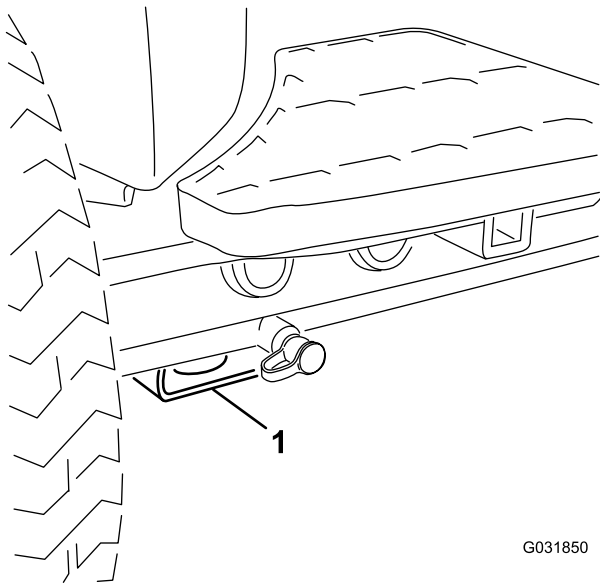

Figura 71
- Delantero – bloque rectangular, debajo del tubo del eje, al interior de cada rueda delantera (Figura 71).